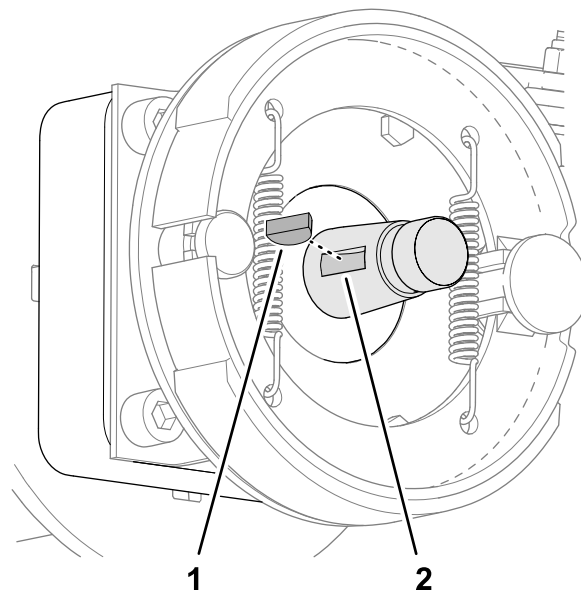

図 67
5. ホイールモータのシャフトから半月キーを外す 図 67。